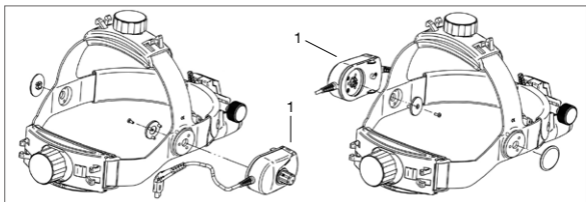

Fig. 3 Montage du rhéostat sur bandeau
Vous pouvez monter le bouton de réglage (1) sur le côté gauche ou droit du bandeau (voir Fig. 3). Vous pouvez ensuite régler en continu la luminosité en continu avec le bouton (1).
Raccordez l'instrument sur la prise Cinch du mPack ou du EN50. Le régulateur (1) (Fig. 3) permet de régler la luminosité ou d'allumer et éteindre l'appareil.